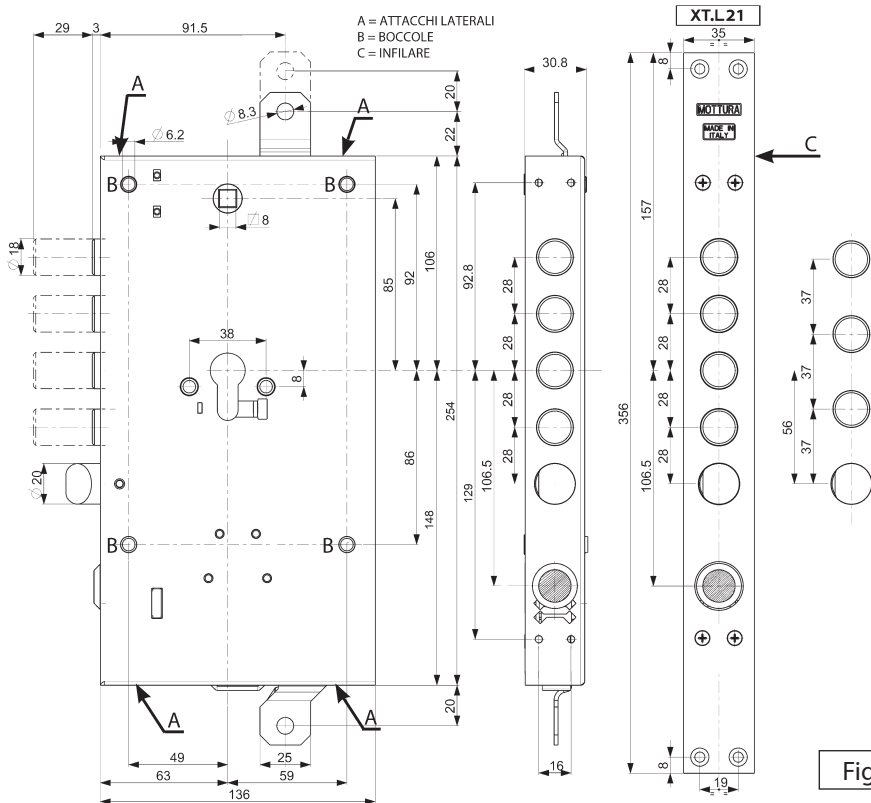

Fig. 1
Fissare la serratura alla struttura della porta utilizzando tutti gli appositi fissaggi: attacchi laterali (A), boccole (B) o infilare (C) (Fig.1). La posizione di fissaggio verticale è vincolante per un corretto funzionamento. Il montaggio e l'utilizzo della serratura in posizioni diverse potrebbe comprometterne la corretta funzionalità. Per il corretto funzionamento della serratura lo scrocco deve poter fuoriuscire liberamente senza incontrare attrito sia ad anta aperta che chiusa.